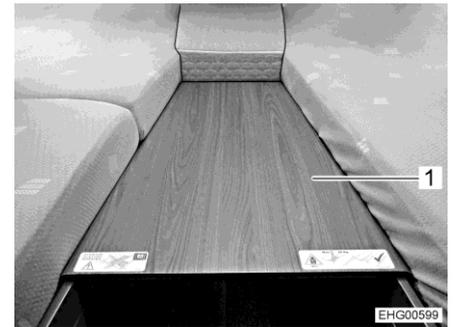

Fig. 120 Tablette longue (accrochée)
- ▷ Ne pas soumettre la tablette longue (Fig. 120,1) à une charge supérieure à 80 kg.
- ▷ Utiliser uniquement la tablette longue (Fig. 120,1) quand le coussin supplémentaire est posé dessus.
- Accrocher la tablette longue (Fig. 120,1) sur la bordure des lits simples.